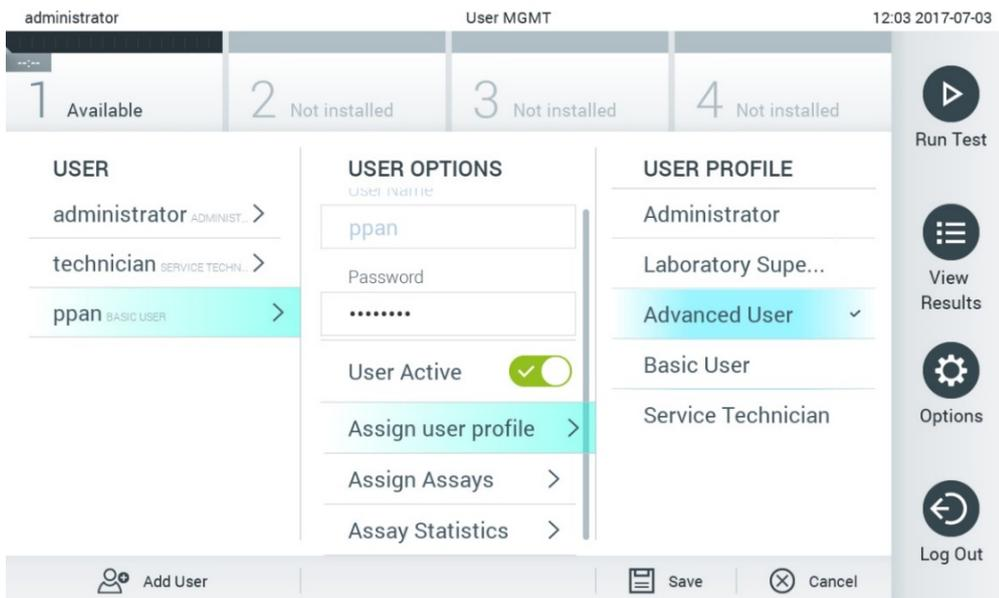

Figura 61. Assegnazione di profili utente agli utenti.
- Assign User Profile (Assegna profilo utente): consente di assegnare un profilo utente diverso per quell'utente (ad esempio, Administrator (Amministratore), Laboratory Supervisor (Supervisore laboratorio), Advanced User (Utente avanzato), Basic User (Utente di base)). Selezionare il profilo utente appropriato dall'elenco a destra dell'area dei contenuti (Figura 61).